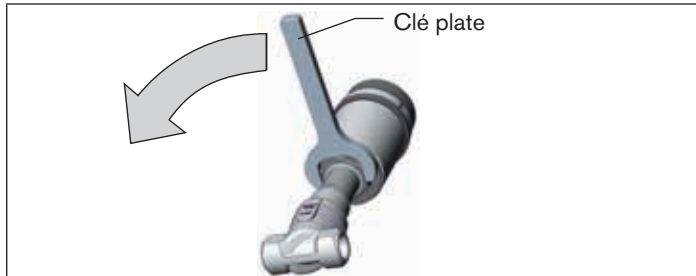

Fig. 7 : Tourner avec une clé plate
- ▶ Tourner l'actionneur uniquement dans le sens prescrit (voir « Fig. 7 »)!